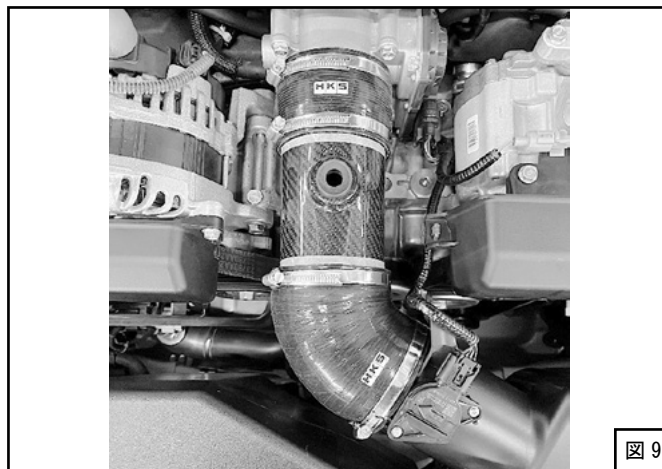

図9
- (6) キットパーツを仮付けしてください。(図6、図9)